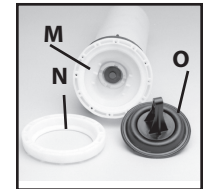

Figure 9
10. Placez l'assemblage de la membrane (O) dans le corps de la pompe (M). Placez la bride (N) par-dessus la membrane. Réinstallez les 12 vis Torx autour du diamètre extérieur de la bride (Figure 9).